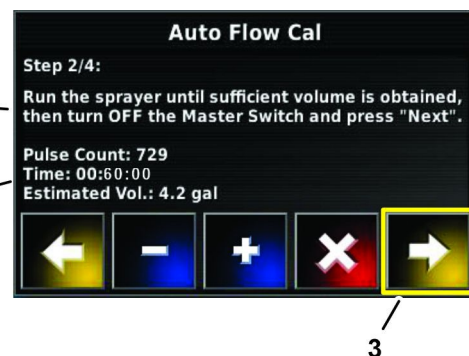

图 171
5. 在控制台上在自动流量校准向导的第 2 步共 4 步当时间计数器达到 60 秒时图 171——将机器的主喷洒臂段开关设定至关闭位置。
7. 在自动流量校准向导的第 2 步共 4 步按“下一步”图标图 171。